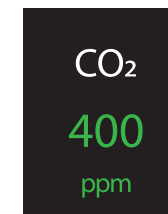

Рисунок 7
- На дисплее прибора отображается текущая концентрация углекислого газа CO₂ в воздухе помещения (рис. 7). Числовое значение и единица измерения в ppm имеют при этом определенный цвет, показывающий текущий уровень